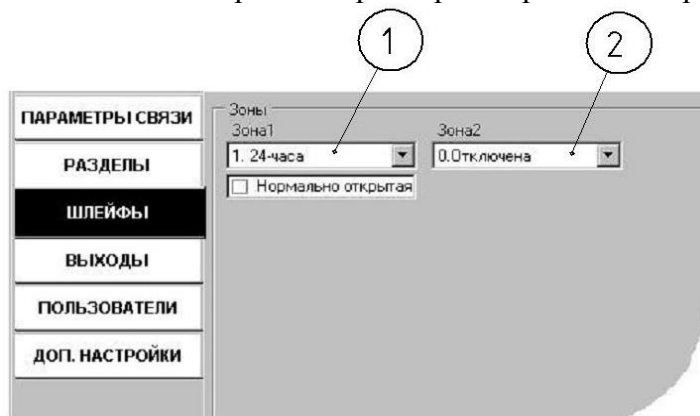

Рис.8
14. Кнопка перехода в меню настройки параметров зон прибора (Рис.8).